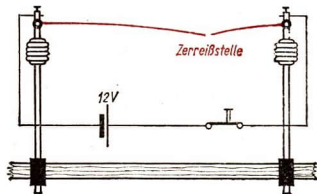

Abb. 21/1. Zerreißen eines sich abkühlenden Drahtes
3. Kraftwirkung bei der Wärmeausdehnung fester Körper. Durch den folgenden Versuch kann die bei einer Längenänderung auftretende *Kraftwirkung* deutlich erkannt werden. Zwischen zwei Stativstäben, die fest am Tisch angebracht sind, ist ein Draht gespannt (Abb. 21/1). Dieser Draht wird elektrisch geheizt. Infolgedessen dehnt er sich aus. Nun spannt man ihn im warmen Zustand neu. Beim Abkühlen zerreißt er.